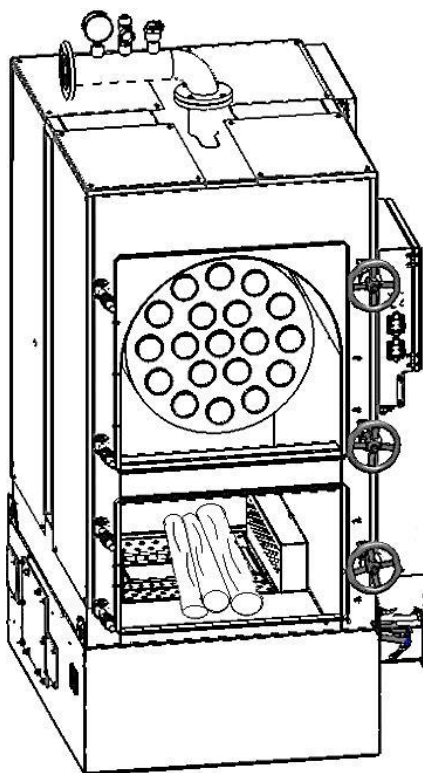

Рис. 29
**3.2.4** Закрывать чашу горения крышкой. Положить дрова в топку. (см рис. 29).